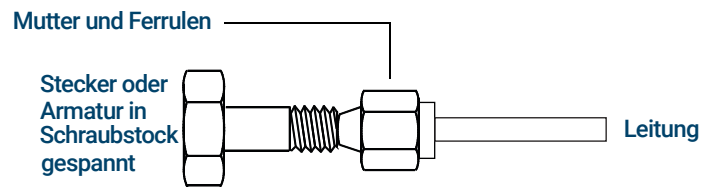

Abbildung 16. Montage der Armatur
- 3 Schieben Sie die Leitung in den Edelstahlstecker. Siehe **Abbildung 16**.